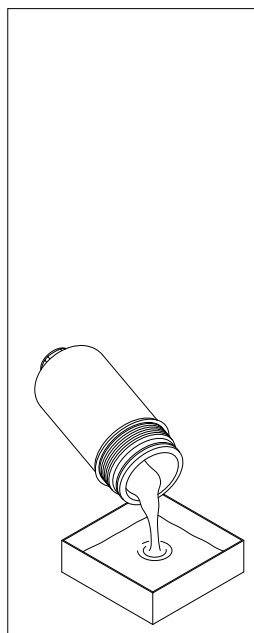

fig. 5
- (Fig. 5) Svuotare il fluido di lavoro dal contenitore al recipiente di raccolta